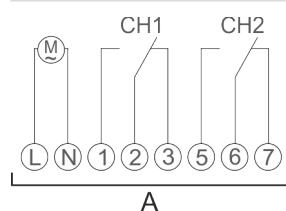

Fig. 5: Esquema de conexiones
3. Conecte el módulo de canales adicionales según el esquema de conexiones (Fig. 5).